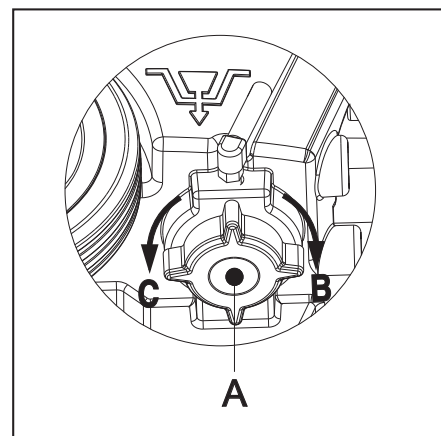

FIGURE 14
7. Comme illustré Figure 14, ouvrez le couvercle du réservoir de solution (A) en le tournant dans le sens contraire des aiguilles d'une montre (C) de façon à vidanger complètement le réservoir. Rincez l'intérieur du réservoir de solution à l'eau propre. Une fois cette opération terminée, remettez le couvercle du réservoir de solution (A) en place en le revissant dans le sens des aiguilles d'une montre (B).